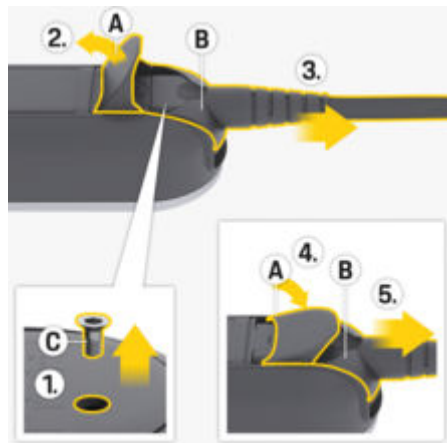

Fig. 67 Desconectando o cabo de alimentação
1. Remova o parafuso **C** (Fig. 67) usando uma ferramenta adequada.
2. Abra completamente a tampa **A** (Fig. 67).
3. Puxe o conector **B** (Fig. 67) até sentir a resistência pela primeira vez.
4. Feche a tampa **A** (Fig. 67) até cerca de 15 graus (a tampa pode encostar no conector **B** (Fig. 67)).
5. Puxe o conector **B** (Fig. 67) completamente.